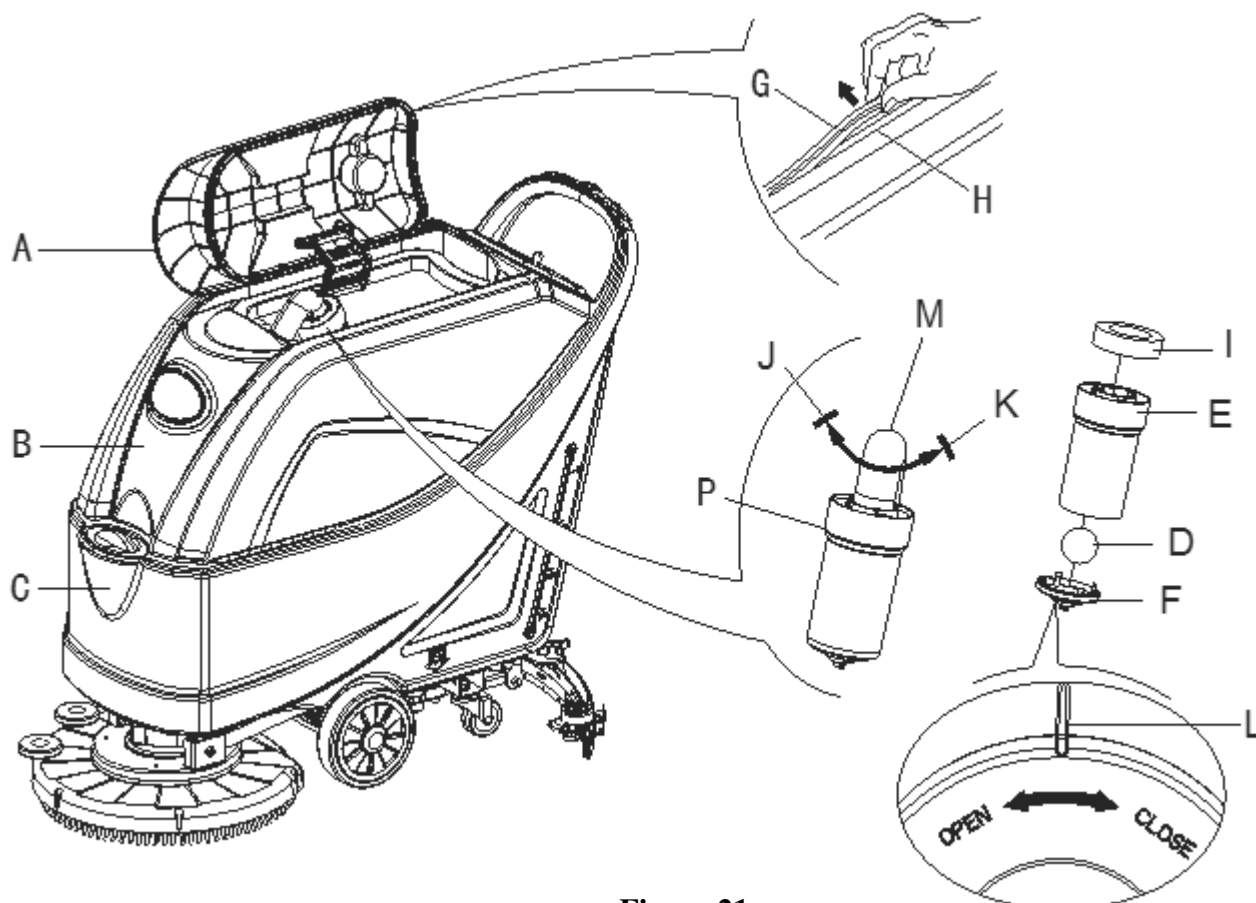

Figure 21
2. Faire en sorte que la machine soit éteinte et que la clé de contact (54) ait été retirée.
3. Tourner le couvercle du réservoir de récupération (A, Figure 21) position de 90 degrés où il peut être retiré du réservoir, puis enlever le filtre à flotteur (P) du réservoir.
5. Si nécessaire, suivre les symboles "OPEN" et "CLOSE" comme indiqué sur la (Figure 21) pour ouvrir le couvercle de fond (F) du filtre à flotteur, puis nettoyer le filtre à flotteur (D), le cadre de support du filtre (E) et l'éponge du filtre (I). Après le nettoyage, fixer le filtre à flotteur (D) dans le cadre de support du filtre (E) puis aligner la rainure de marque (L) du capuchon de fond (F) du filtre à flotteur avec la rainure de marque (L) du cadre de support du filtre à flotteur (E). Visser fermement le capuchon de fond du filtre à flotteur, et fixer l'éponge du filtre (I) sur le cadre de support du filtre à flotteur (E). Enfin, le connecter au tuyau d'aspiration des eaux usées (M).
7. Vérifier si la surface de contact de la bande d'étanchéité (G) a une intégrité et une étanchéité suffisantes. Si nécessaire, sortir la bande d'étanchéité du réservoir de la rainure (H) et la remplacer. Assembler la nouvelle bande d'étanchéité comme indiqué sur la (Figure 21), le joint devrait être ramené dans la zone médiane.
8. Fermer le couvercle du réservoir de récupération (A).